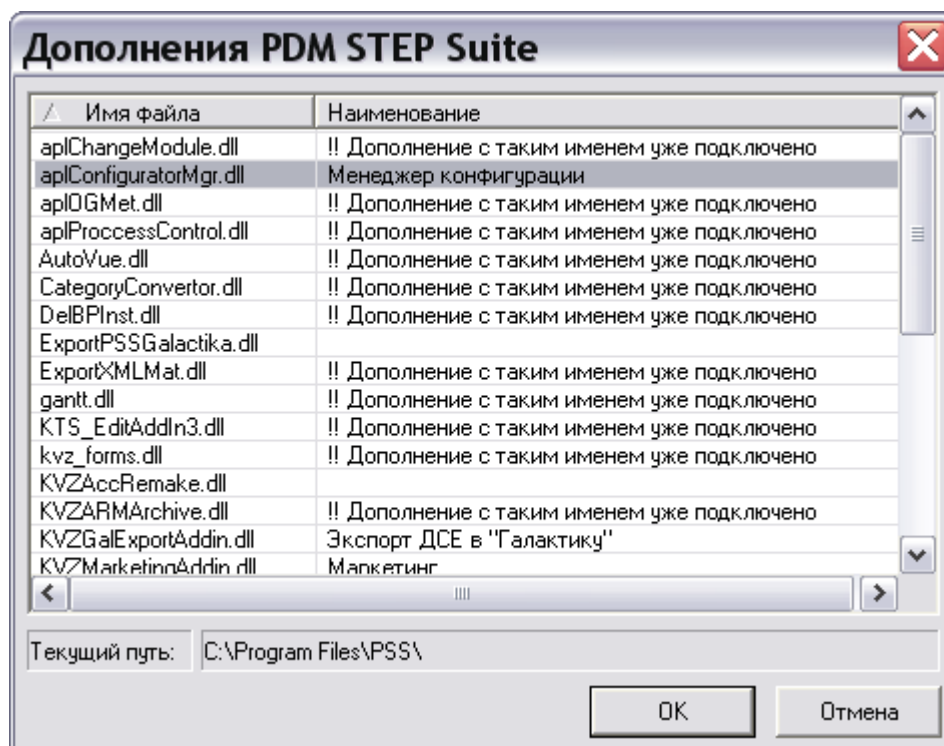

Рис. 7
2. В окне **Настройка дополнений** нажмите на кнопку **Найти**. В появившемся окне **Дополнения PDM STEP Suite** выберите **Менеджер конфигурации** (Рис. 7).